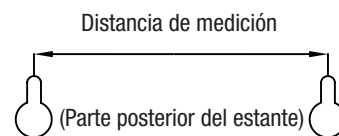

Figura 1
**PASO 2:** Dibuje una línea en la pared usando un nivelador para determinar las ubicaciones de los orificios de los tornillos. Mida la distancia que se necesitará entre los tornillos para montar la repisa decorativa. Marque las posiciones de los tornillos en las ubicaciones que desea como se muestra en la **Figura 1**.